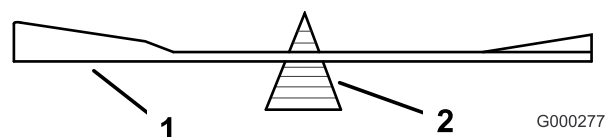
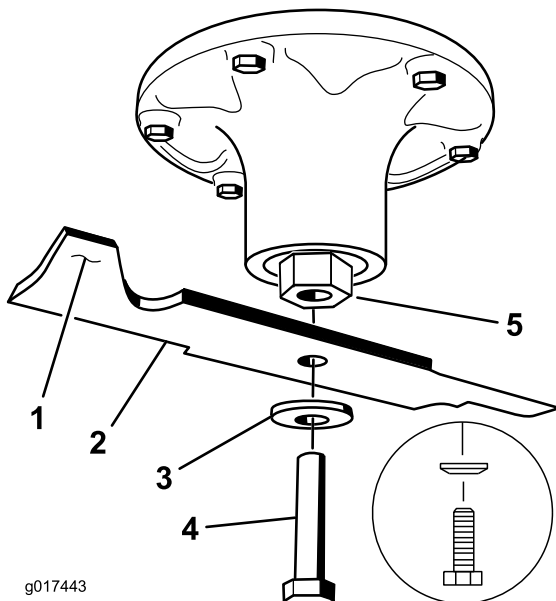

図 83
図 84
2. ブレード balancer 図 83 を使ってバランスを調べる。ブレードが水平に停止すればバランスがとれているからそのまま使用してよい。もし傾くようなら、重い方の裏面を少し削って調整する 図 84。バランスがとれるまで調整する。
2. ブレード、スプリングディスク、ブレードボルトを取り付ける。スプリングディスクは、円錐部をボルトの頭に向けて取り付ける 図 84。各ブレードボルトを 115-150 N·m (11.8-15.2 kg·m = 85-110 ft·lb) にトルク締めする。